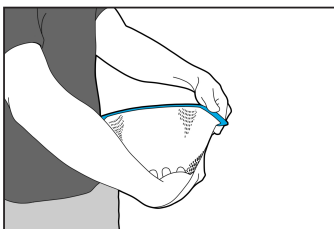

Fig. 1
2. Para esticar previamente uma estrutura em U ou uma estrutura em S, segure a máscara contra a anca com uma mão e estique a máscara cerca de 15 cm (6 pol.) com a outra mão (fig. 1).